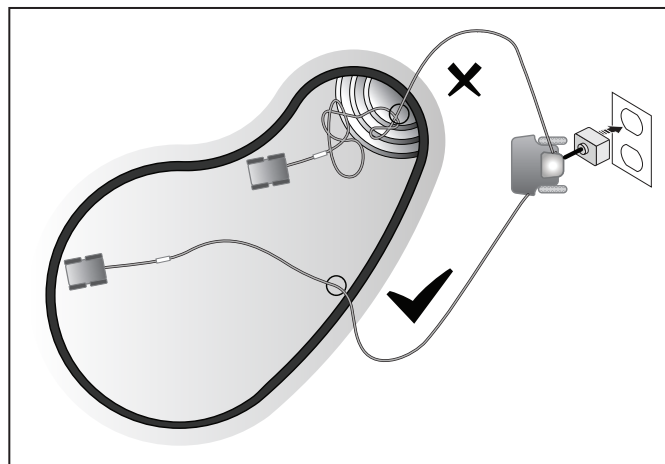

**Figura 28. Lave el cartucho del filtro**
9. Vacíe todos los desechos del cartucho del filtro, luego enjuague el cartucho, el soporte del filtro y el limpiador usando el chorro de agua de una manguera como se muestra en la Figura 28.